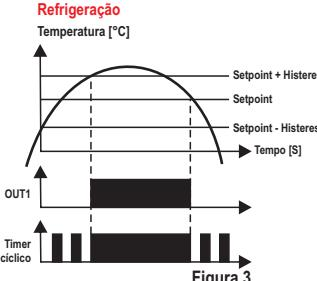

Figura 3
- **Saída do timer cíclico ligada sempre que a saída do 1º estágio estiver ligada (F22=4):** neste modo de operação o timer cíclico conforme os tempos configurados na F20 (**[L0n]**) e F21 (**[L0FF]**) e quando a saída do 1º estágio liga, o 3º estágio para de ciclar e mantém a saída ligada, como mostra a Figura 3.